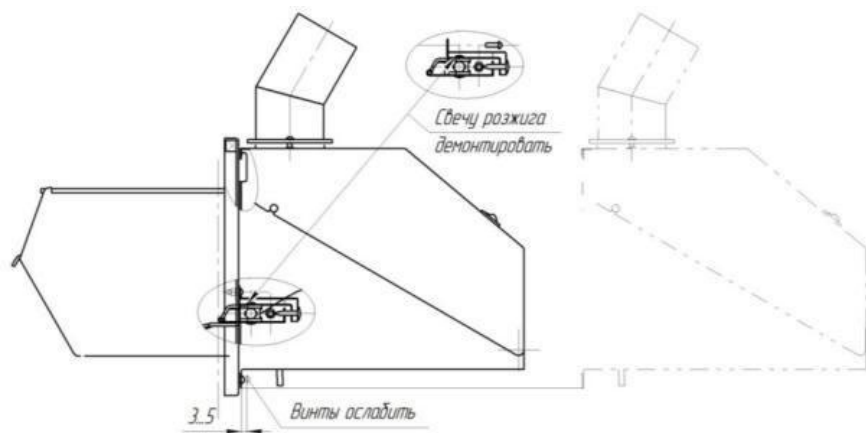

Рис. 26
- Выньте закреплённую двумя винтами свечу розжига из горелки (Рис.26).